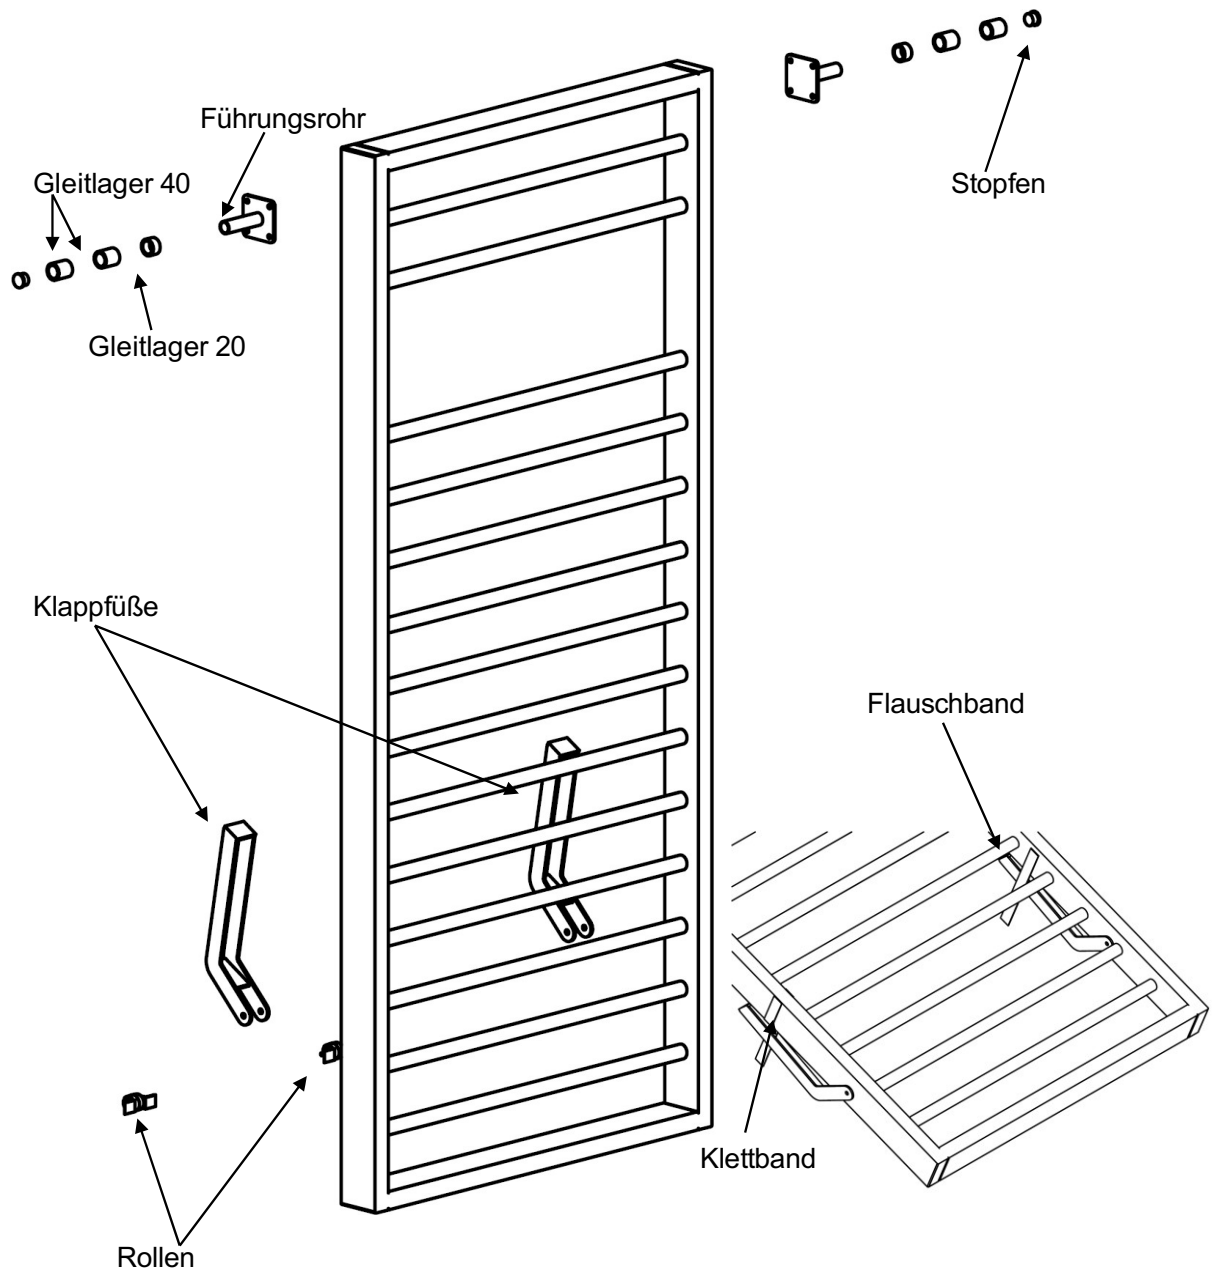

Abb. 5: Montage der Kleinteile
Nachdem der Rahmen an der Wand montiert wurde, kann nun mit der Vorbereitung des Kletternetzes begonnen werden. Der erste Schritt ist die Befestigung der Führungsrohre ④. Die Führungsrohre werden mittels Innensechskantschrauben, Scheiben und Federringe an die Kletternetzwanne geschraubt. Bohren Sie hierfür mit $\varnothing 9$ mm vor. Der zweite Schritt ist die Befestigung der Klappstützen ③, bohren Sie hierfür die Wangen mit $\varnothing 11$ mm vor. Schrauben Sie anschließend die Klappfüße mit den Sechskantschrauben M10 x 60, den Stopmmuttern M10, den Beilegscheiben und den Unterlegscheiben an die unteren Enden der Kletternetzwanne. Um eine Leichtgängigkeit der Füße zu gewährleisten, müssen die Beilegscheiben zwischen Wange und Fuß gelegt werden und die Muttern dürfen nur so fest gezogen werden das sich die Füße noch bewegen lassen. Um die Füße im eingeklappten Zustand zu sichern, befestigen Sie das Klettband ⑧ außen an der Wange und das Flauschband ⑨ an der Innenseite (siehe Abb. 5).
Nachdem der Rahmen an der Wand montiert und das Kletternetz vorbereitet wurde, kann nun das Kletternetz eingehängt werden. Stecken Sie dazu die Handgriffe ① in die obersten beiden Löcher. Anschließend stecken Sie die Gleitlager wie in Abbildung 5 auf das Führungsrohr, danach verschließen Sie das Rohr mit dem Stopfen. Jetzt kann das Kletternetz mit den Führungsrohren von oben zwischen die Führungsbretter geschoben werden. Im Aufgestellten Zustand muss das Kletternetz mit den Klett- und Flauschbändern gesichert werden.